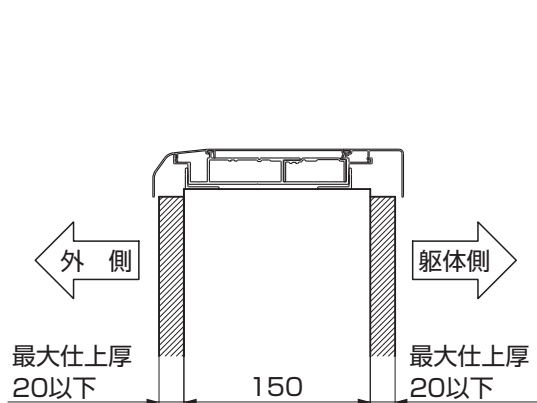
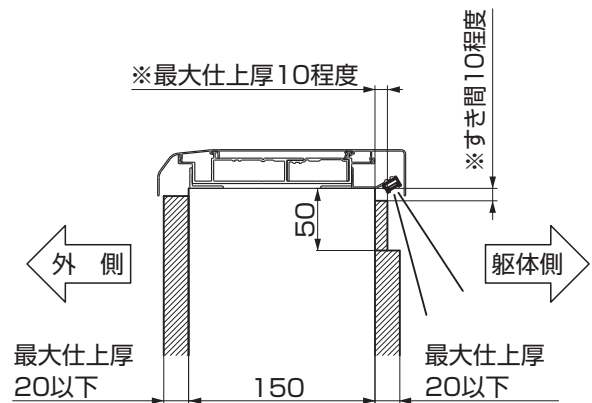

図29-1 内側笠木にLED照明を取付ない場合
図29-2 内側笠木にLED照明を取付ける場合
①コンクリートブロックの表面仕上げは、図29-1、図29-2にしたがってください。